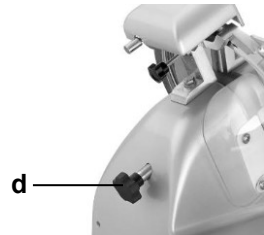

Abb. 12
- Um die Schneidmesserabdeckung (**3**) zur Reinigung abzunehmen, lockern Sie die Schraube (**d**) an der Rückseite des Gerätes (**Abb. 12**) und drücken Sie diese dann in Richtung Schneidmesserabdeckung. Die Schneidmesserabdeckung entnehmen.